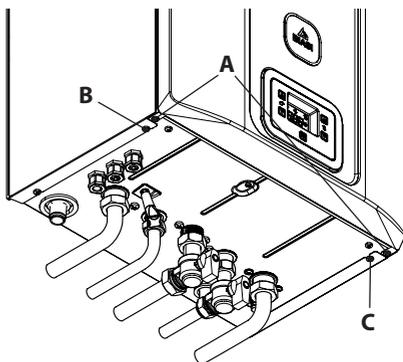
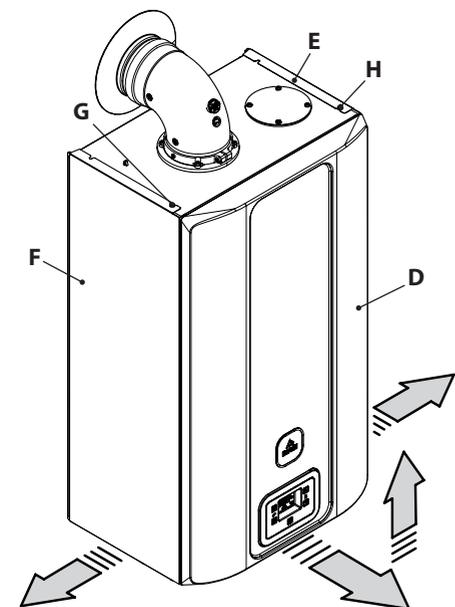

Figura 9.11
Figura 9.12
- Svitare le viti **A** e rimuovere il pannello frontale **D** tirandolo a sé e quindi spingendolo verso l'alto in modo da liberarlo dalle sedi superiori (Figura 9.11 e Figura 9.12).
- Allentare le viti **B**, **C**, **G** e **H** in Figura 9.11 e togliere i due pannelli laterali **E** e **F** tirandoli verso l'esterno.